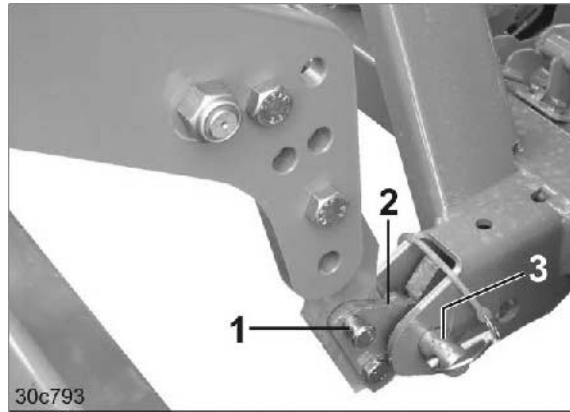

Fig. 35
2. İki pimi (Fig. 35/1) alt direksiyon kancalarından çekip çıkarınız ve sabitleme saplarını (Fig. 35/2) çeviriniz.
5. -Ekim makinesinin alt direksiyon pimlerini (Fig. 35/3) alt direksiyon kancaları ile kavrayınız.
6. Sabitleme saplarını (Fig. 35/2) pimlerle (Fig. 35/1) takınız.